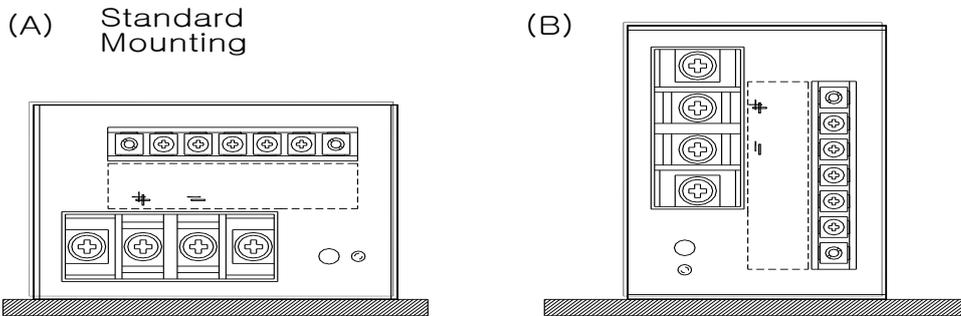

Fig 5. 기본 실장법
- o 제품 실장 방법은 Fig.5과 같이 실장하여 주십시오.